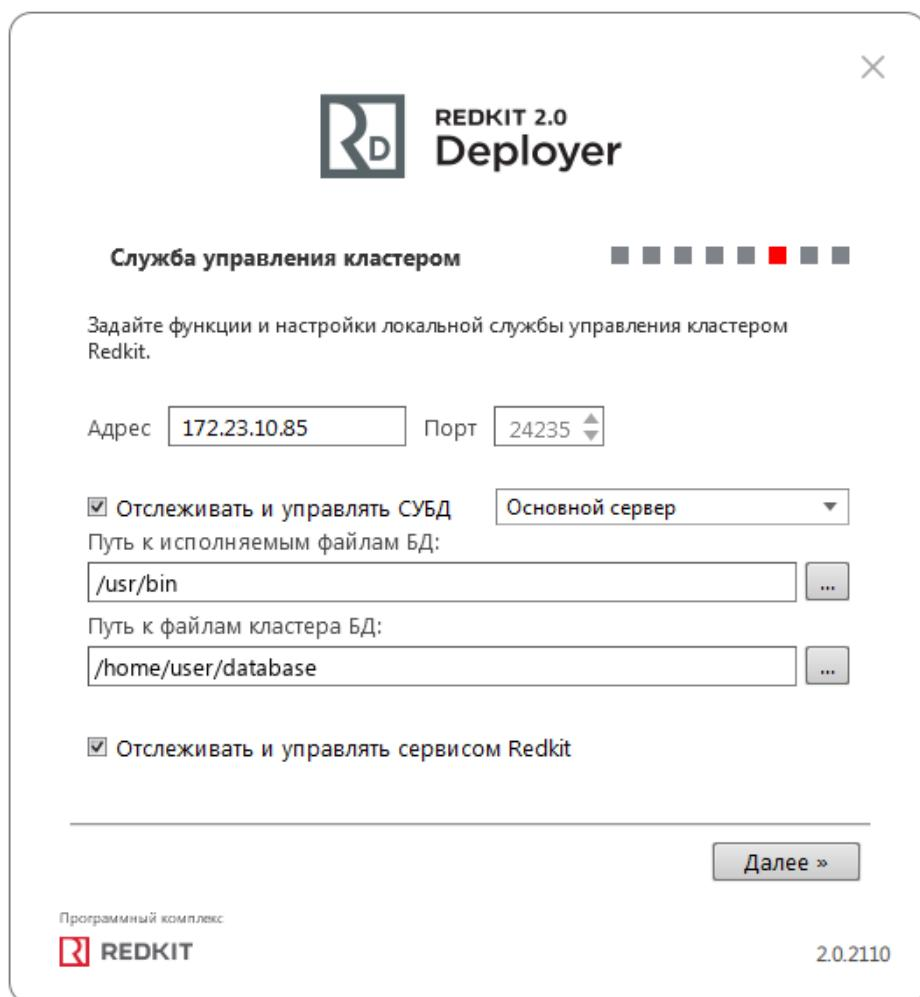

Рисунок 79 - Служба управления кластером
16. Укажите настройки службы управления кластера Redkit согласно Таблице 15 и нажмите "Далее" (Рисунок 79).